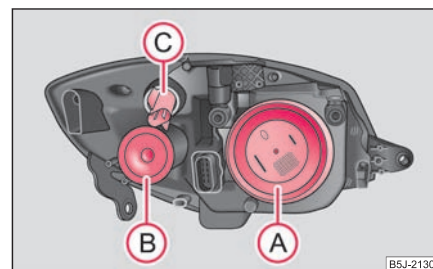

Fig. 207 Phares avant:
Positions des ampoules dans les phares avant ⇒ **page 229, fig. 207**.
- Enlevez le capuchon **(A)** ⇒ **page 229, fig. 207**.
- Faites tourner la douille **(C)** vers la gauche ⇒ **page 229, fig. 207** et sortez la douille avec l'ampoule.
- Enlevez le capuchon (B) ⇒ page 229, fig. 207.